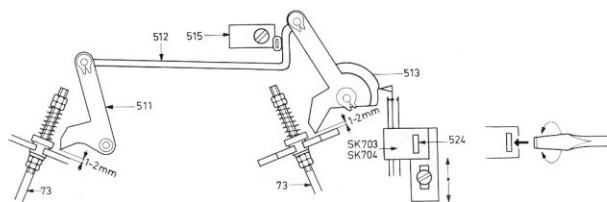

Fig. 18
4. "Cueing" schakelaars (zie fig. 18)